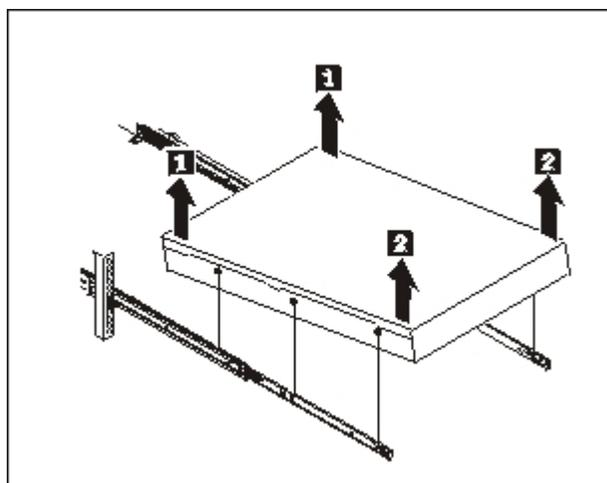

Figure 21. Retrait du dispositif des glissières
2. Dégagez le dispositif des glissières en procédant comme indiqué dans la figure 21, à la page 55.